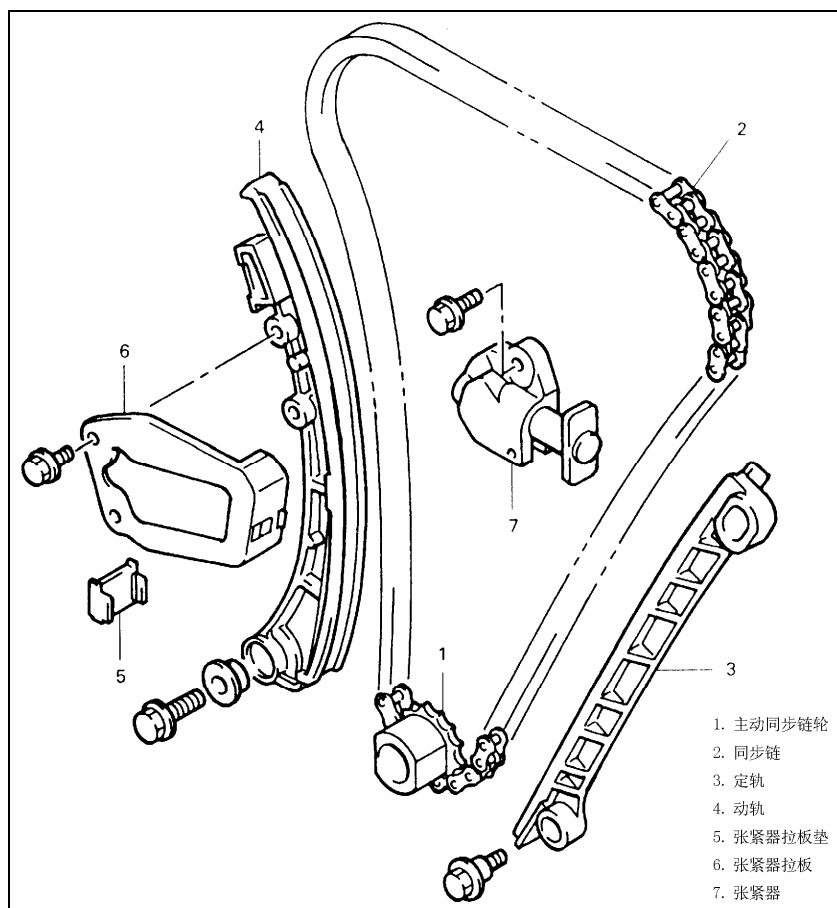

Рис. 4-36.
**\* Регулятор цепи привода синхронизации и натяжителя (Рис. 4-36).**